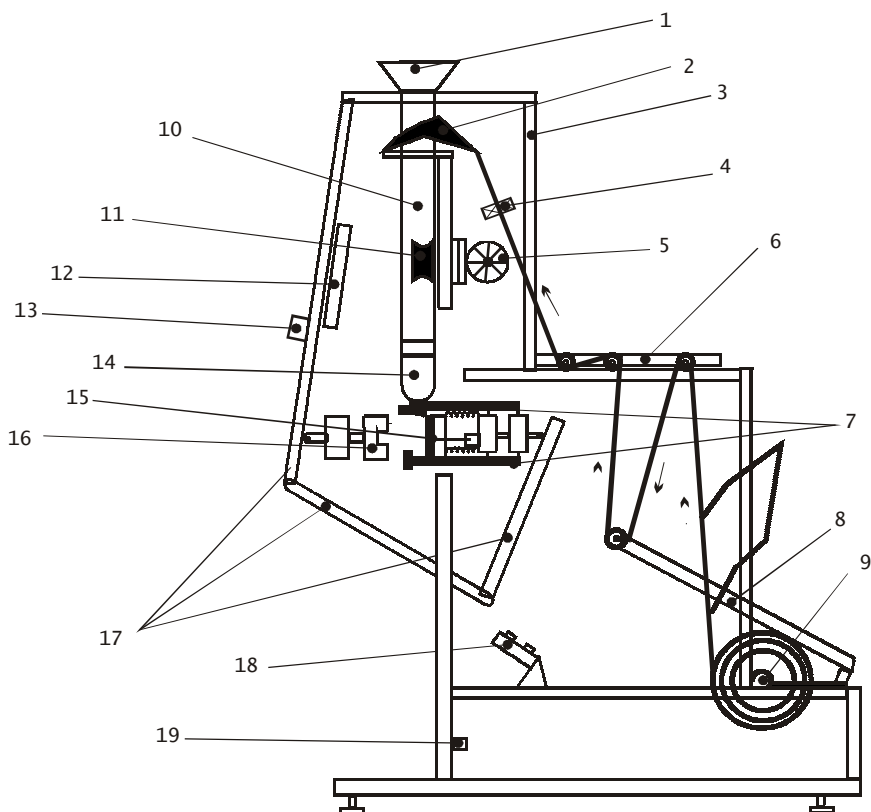

рис.2.
2. Вставить ось (рис.2, п. 10) в бобину и закрепить ее коническими прижимами.